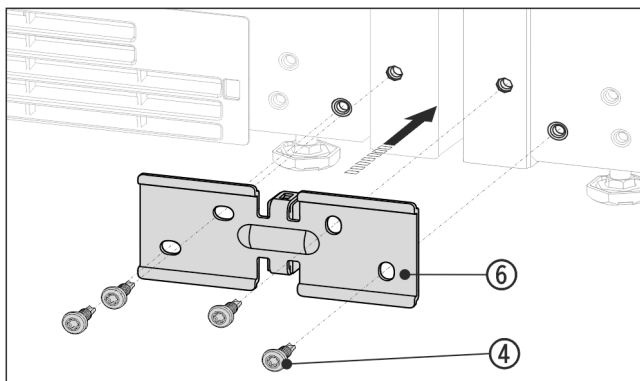

Fig. 15 Illustrationen är ett exempel
- ▶ Skruva på vinkeln Fig. 15 (6) och distansstycke mellan apparaterna och dra åt de fyra skruvarna Fig. 15 (4) så att de sitter löst.